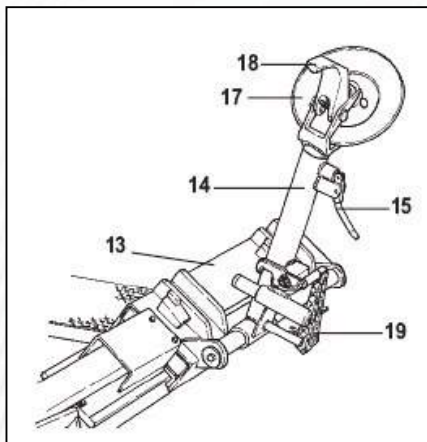

Рисунок 22
3) Убедитесь в том, что съемный рычаг находится с боковой стороны колеса. Если нет, нажмите на рычаг 19 (рис.22) и поверните его на 180°.
1) Установите кронштейн съемного рычага 14 (рис.22) в не рабочее положение. Подведите его к внешней стороне колеса и установите рычаг.
2) Вращайте колесо и одновременно вставляйте съемный рычаг 18 (рис.22) между ободом и бортиком, пока он не зафиксируется в этом положении.
7) Убедитесь в том, что съемный рычаг установлен на боковой стороне колеса. Если нет, нажмите на рычаг 19 (рис.22) и поверните его на 180°.
12) Рукояткой 19 (рис.22) поверните съемный рычаг на 180°.
21) Установите кронштейн съемного рычага 14 (рис.22) в рабочее положение.
3) Опустите кронштейн зажимного устройства 14 (рис.22), пока оно не зафиксируется в нужном положении.
8) Отведите кронштейн съемного рычага 14 (рис.22) от обода. Отпустите рукоятку и установите кронштейн в не рабочее положение.
9) Нажмите на рычаг 19 (рис.22) и поверните лапку съемного рычага на 180°, которая при этом автоматически зафиксируется. Установите кронштейн в рабочее положение.